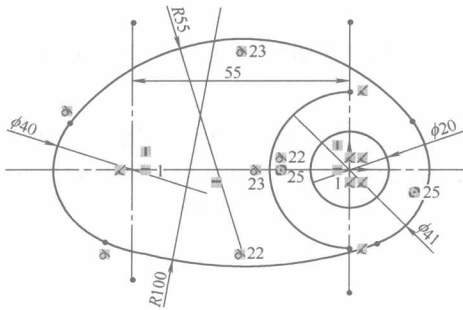

图 1-17
(3) 添加约束关系，剪裁掉多余的线条，结果如图 1-17 所示。